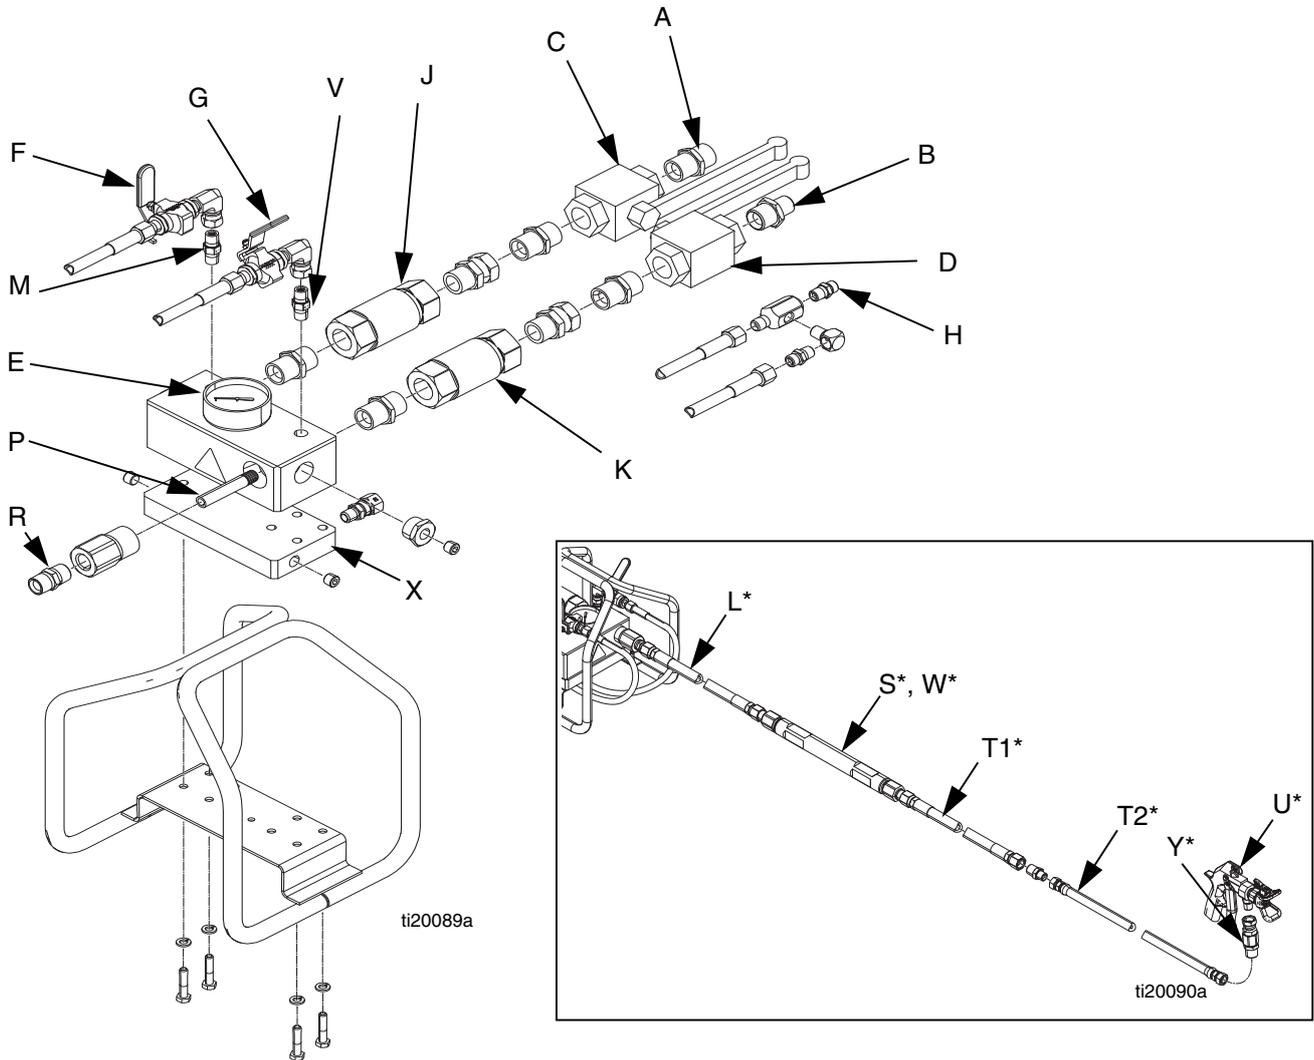

FIG. 1 : Installation standard
Suivez ces recommandations pour la configuration (consultez la FIG. 1, page 6) :
Consultez la FIG. 1, page 6. Les entrées de fluide A et B sont équipées de clapets anti-retour de 1,9 cm (3/4 po.), de clapets à bille, et de raccords de 1,9 cm x 1,9 cm (3/4 x 3/4 po.) npt et de raccord 1,9 x 1,27 cm (3/4 x 1/2 po.). Branchez des flexibles de fluide de 1,9 x 1,27 cm (3/4 po. et 1/2 po.) npsm(f) à l'aide des deux mamelons d'adaptateur.
Consultez la FIG. 1, page 6. Connectez le flexible d'alimentation de solvant de la pompe de solvant à la vanne d'entrée de solvant (H) de 1/4 npt(m). Utilisez un flexible Graco approuvé mis à la terre et calibré pour résister à la pression de service maximale du fluide de la pompe à solvant. Le solvant choisi doit être chimiquement compatible avec le produit du flexible.
Consultez la FIG. 1, page 6. Branchez un tuyau intégrateur (L) de 1,27 cm (1/2 po.) de diamètre intérieur x 60 cm (2 pi.) minimum à l'orifice de sortie du fluide du collecteur mélangeur (R). Ensuite, raccordez le mélangeur statique (S) et le flexible de mélange (T1) au flexible intégrateur (L) de 1/2 npt (f). Puis branchez le flexible souple de produit (T2) sur le flexible de mélange et le pistolet sur le flexible souple.
Consultez la FIG. 1, page 6. Le collecteur PFP XM a un plateau en aluminium épais de 2,5 cm (1 po.) avec des raccords de compression en laiton pour le flexible en nylon d'un D.I de 1,27 cm x 0,9 cm (1/2 po. x 3/8 po.) utilisé pour faire circuler l'eau chauffée/le glycol et chauffer le collecteur.